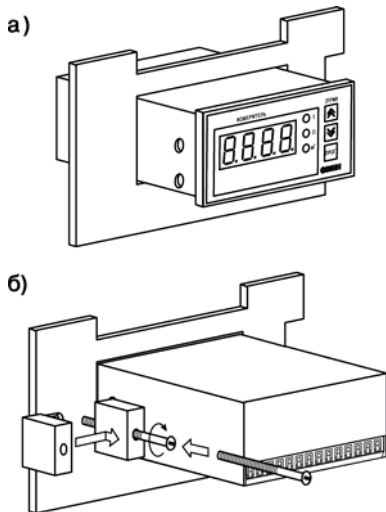

Рисунок 5.2 – Монтаж прибора щитового крепления
3. Вставить прибор в специально подготовленное отверстие на лицевой панели щита (см. Приложение А и рисунок 5.2, а).
4. Вставить фиксаторы из комплекта поставки в отверстия на боковых стенках прибора (рисунок 5.2, б).